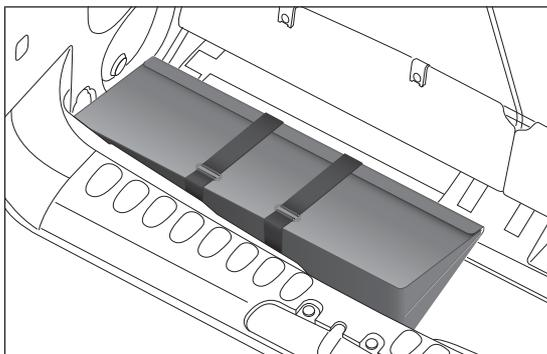

fig. 27
- ❑ *Versiones 7 plazas:* abrir el maletero y coger la bolsa de herramientas fig. 27;